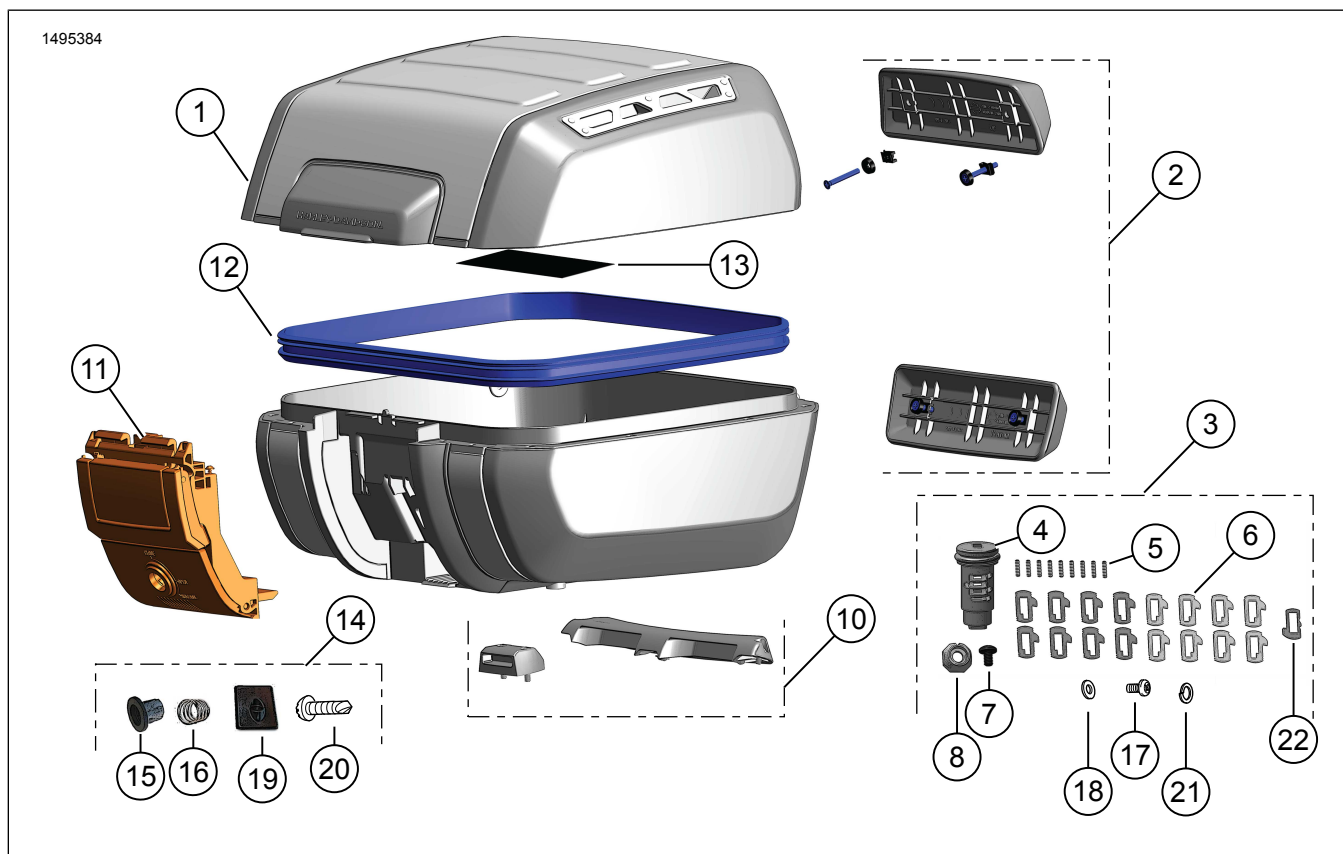

Рисунок 1. Содержимое комплекта Съемное верхнее отделение
5. Рисунок 4 Установите пружины переключателя (5), см. Рисунок 1, в отверстия на станциях 3, 6 и 7 на стороне (A) подузла цилиндра.
6. Рисунок 4 Установите переключатели (6), см. Рисунок 1, #11–14 на станциях 3, 6 и 7 согласно числам, определенным в Таблица 3.
7. Рисунок 4 Установите пружины переключателя (5), см. Рисунок 1, в отверстия на станциях 4, 5 и 8 на стороне (B) подузла цилиндра.
8. Рисунок 4 Установите переключатели (6), см. Рисунок 1, #21–24 на станциях 4, 5 и 8 согласно числам, определенным в Таблица 3.